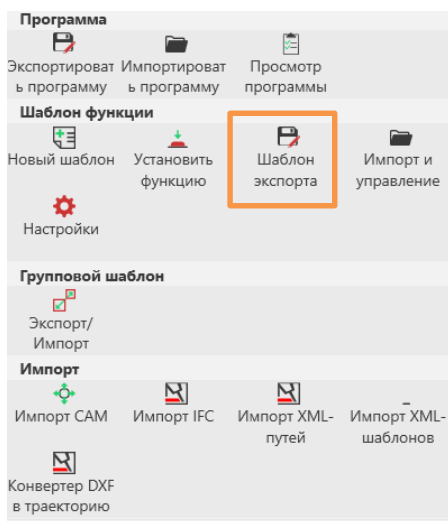

Рисунок 116 – Шаблон экспорта
4. Нажмите кнопку **Шаблон экспорта**, чтобы сохранить его в виде файла (рис.116).